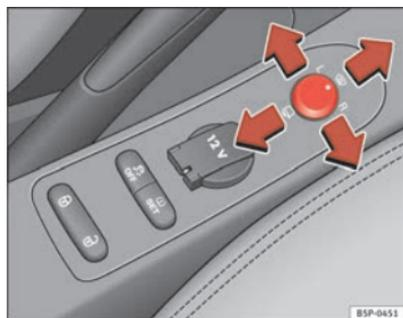

Abb. 89 Drehknopf für Außenspiegeleinstellung
1. Drehen Sie den Drehknopf ⇒ Abb. 89 zunächst in Stellung **L** (**linker Außenspiegel**).
- Drehen Sie den Drehknopf nach vorne auf die mittlere Stellung ⇒ Abb. 89 ①, damit die Heizung der Außenspiegel und die Funktion der beheizbaren Windschutzscheibe* im Bereich der Ruhstellung der Wischerblätter eingeschaltet wird ⇒ Seite 133.
- Drehen Sie den Drehknopf ⇒ Abb. 89 in Stellung ☰, um die Außenspiegel anzuklappen. Sie sollten die Außenspiegel immer anklappen, wenn Sie eine automatische Waschanlage durchfahren, um Beschädigungen zu vermeiden.